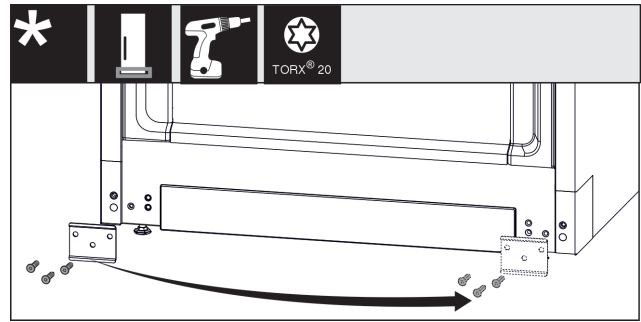

Fig. 12
- Lironi vidat e llamarinës, kthejeni atë në anën tjetër dhe mbërthejeni sërish me vida. Fig. 12 (1)
- Vendosni sërish në vend kapakun mbulues në anën tjetër. (1)